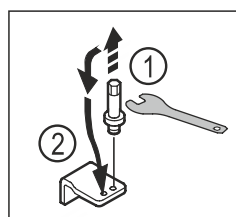

Fig. 21
- ▶ Wykręcić sworznie dolnej płytki zawiasu kluczem imbusowym SW5. Fig. 21 (1)
- ▶ Założyć sworznię po przeciwległej stronie. Fig. 21 (2)